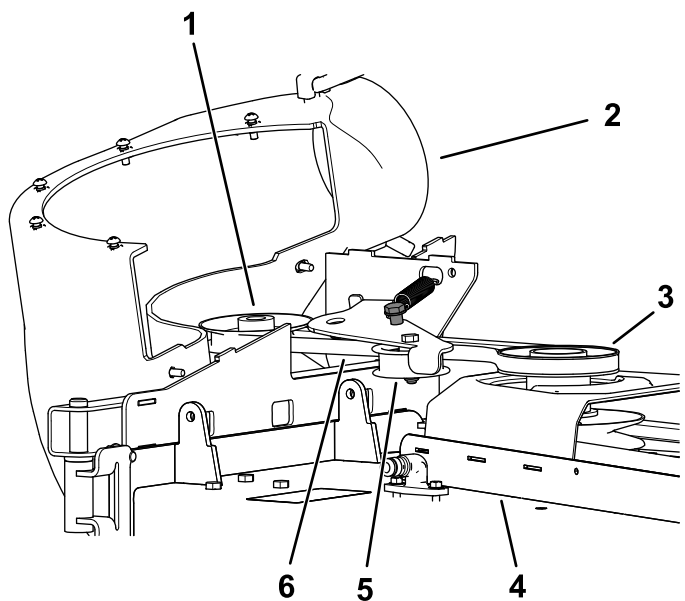

Рисунок 36
2. Потяните подпружиненный натяжной шкив назад, чтобы снять натяжение ремня (Рисунок 36)
6. Наденьте новый ремень на шкивы вентилятора (Рисунок 36).
8. Установите новый ремень на шкив дека газонокосилки (Рисунок 36).
9. Потяните подпружиненный натяжной шкив назад и наденьте на него ремень (Рисунок 36)